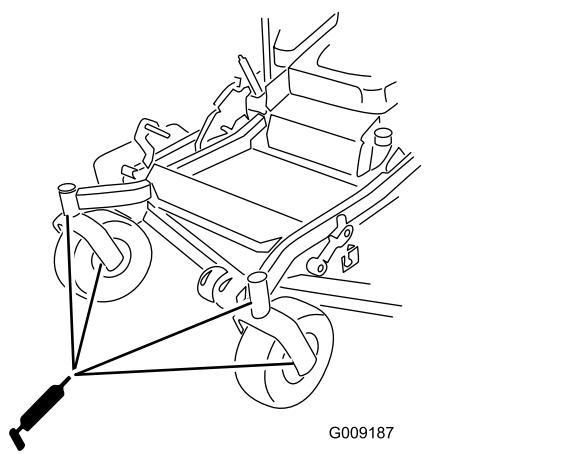

Bild 42
- Drehen Sie die Sechskantschraube und Staubkappe wieder ein (Bild 42).